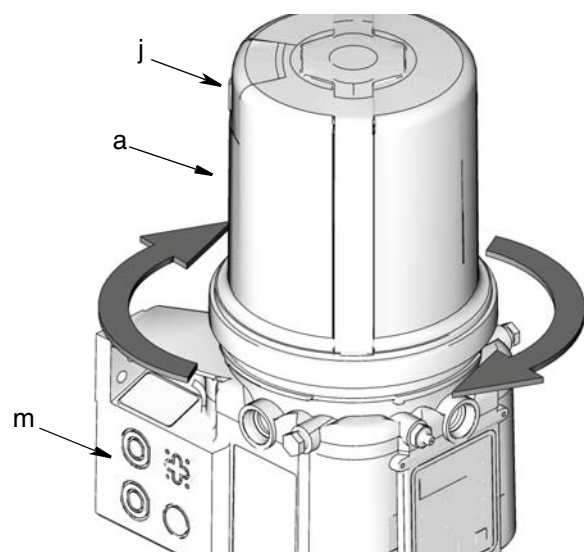

FIG. 17
2. Instale el depósito (a) con el orificio de ventilación (j) apuntando hacia la parte posterior izquierda (m) de la base de la G3. Véase FIG. 17 para una correcta orientación de estas piezas a fin de garantizar una instalación correcta.